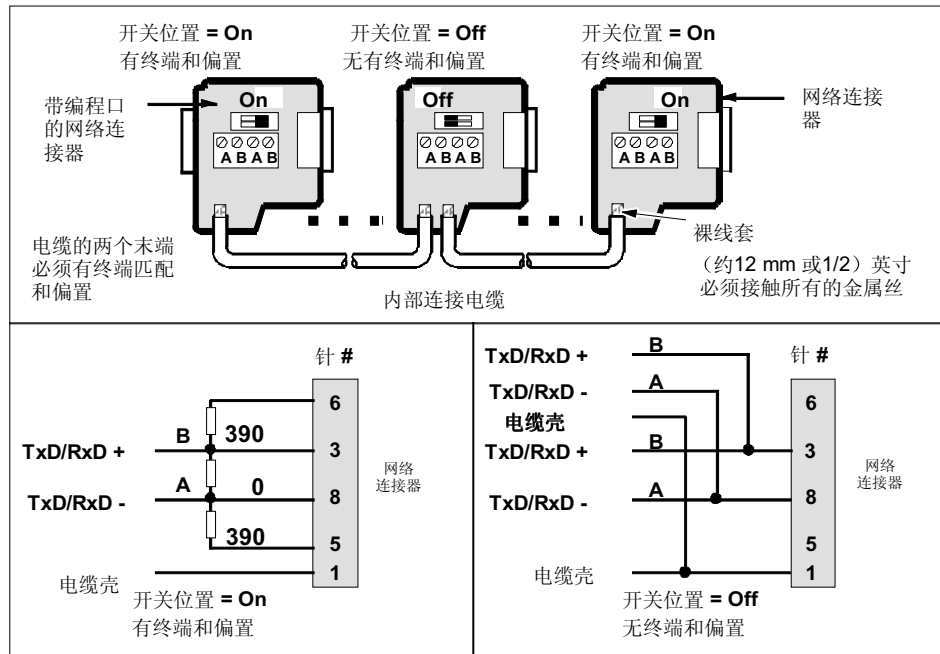

图 7-24 内部连接电缆的偏置和终端
- 如果远程调制解调器上连有多个 CPU，就需要在 PROFIBUS 网络上设置一个西门子编程口连接器 (见图 7-24 的内部连接电缆的偏置和终端匹配)。
利用西门子提供的两种网络连接器可以把多个设备很容易地连到网络中。两种连接器都有两组螺丝端子，可以连接网络的输入和输出。两种网络连接器还有网络偏置和终端匹配的选择开关。一个连接器仅提供连接到 CPU 的接口，而另一个连接器增加了一个编程接口 (见图 7-24)。有关定货信息请参阅附录E。